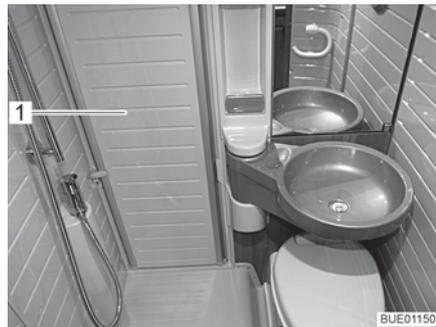

Fig. 13 Parete divisoria per la doccia
- Fissare le porte o le pareti di separazione (Fig. 13,1) con i bloccaggi o i dispositivi di fissaggio previsti.